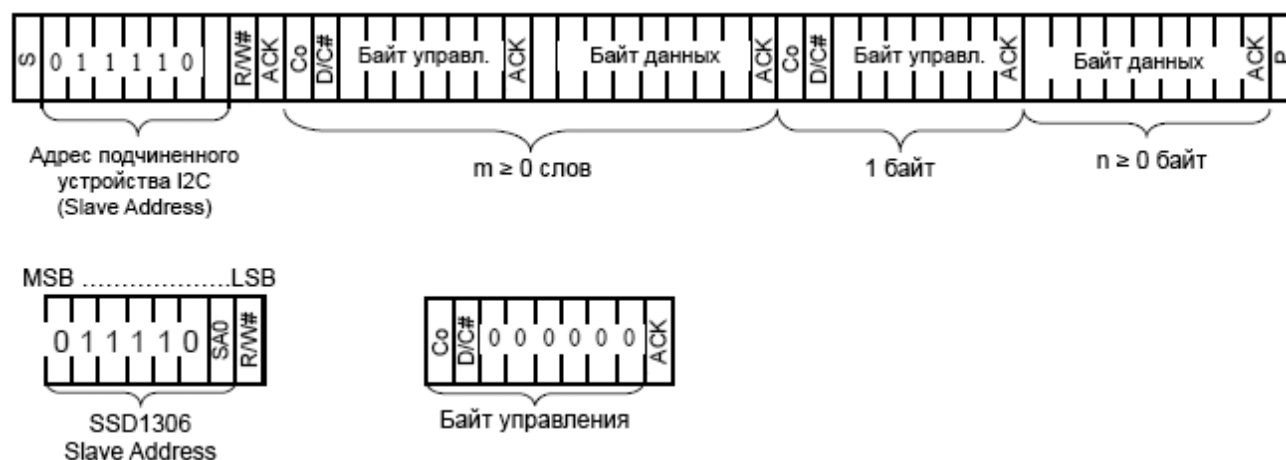

Рис. 8-7. Формат данных шины I2C.
**Запись данных по шине I2C.** Интерфейс **I2C** дает доступ к записи данных и команд в устройство. На рис. 8-7 показан режим записи (**write mode**) в хронометрическом порядке.